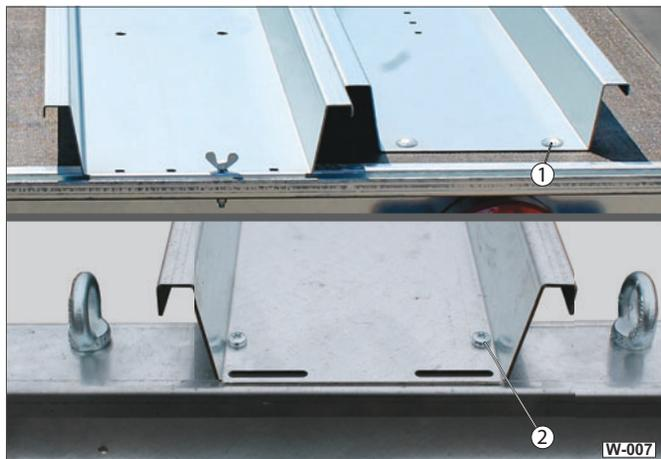

Abb. 7 Standschienen kontrollieren
- 1 Schraubverbindung Standschiene (HM)
- ▶ Prüfen Sie regelmäßig (min. halbjährlich) die Schraubverbindungen (Abb. 7/1) in der Ladefläche auf Festsitz.
- ▶ Prüfen Sie regelmäßig (min. halbjährlich) die Schraubverbindungen (Abb. 7/2) im Fahrgestell auf Festsitz.